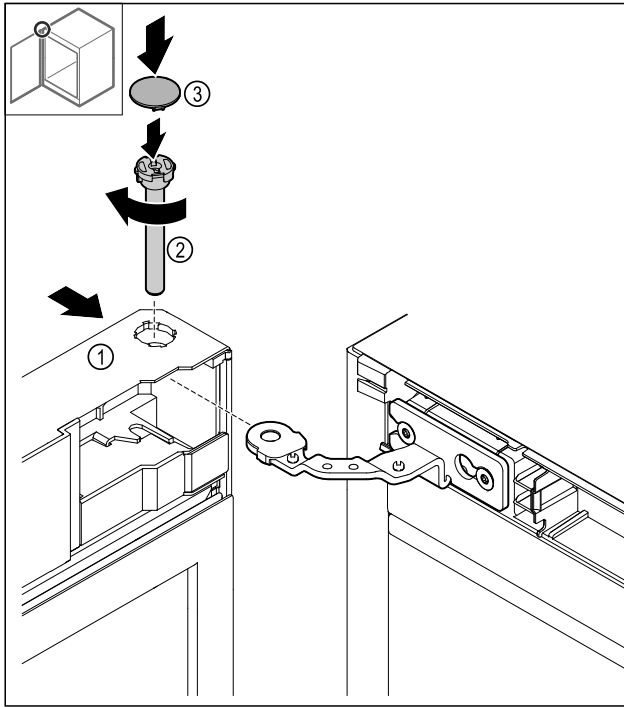

Fig. 47
- ▶ Tür Fig. 47 (1) oben auf das Scharnier schieben.
- ▶ Bolzen Fig. 47 (2) einstecken und im Uhrzeigersinn festdrehen.
- ▶ Abdeckung Fig. 47 (4) aufsetzen.